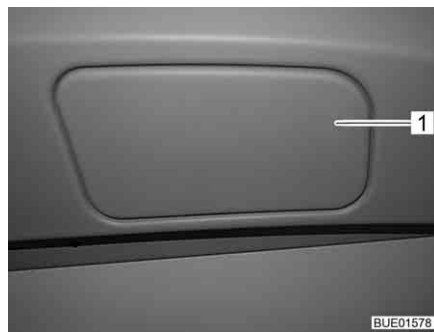

Bild 34 Kåpa över nödfrigöring
- Ta bort kåpan (Bild 34,1) till nödfrigöringen i förarhyttens tak med ett lämpligt föremål (t. ex. ett mynt).